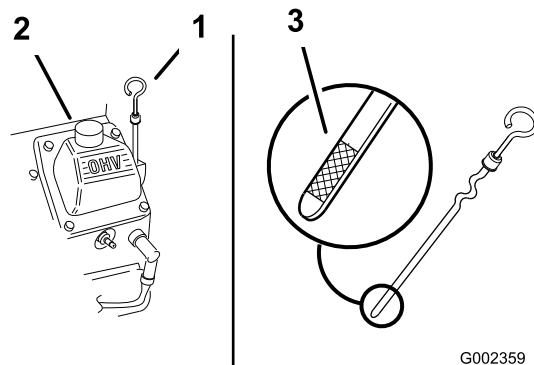

图 17
3. 清洁量油尺周围的区域图 17 防止灰尘落入注油孔并损坏发动机。
4. 拧下量油尺并将端部擦拭干净图 17。
5. 将量油尺完全滑入加油管但切勿旋回管子图 17。
6. 慢慢向加油管图 17 注入规定油量的大约 80%。